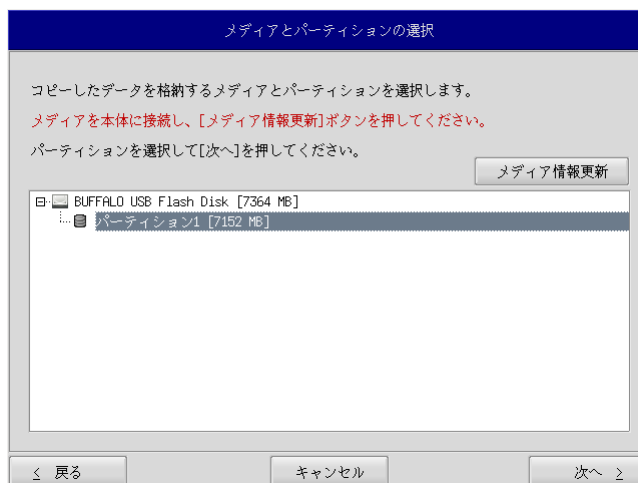

図 5-3-2. メディアとパーティション選択画面
- ⑥ メディアとパーティション選択画面（図 5-3-2）が表示されます。本体にメディアを接続し、[メディア情報更新]ボタンを押してください。バックアップファイルを保存するメディアのパーティションを選択し、[次へ]ボタンを押します。